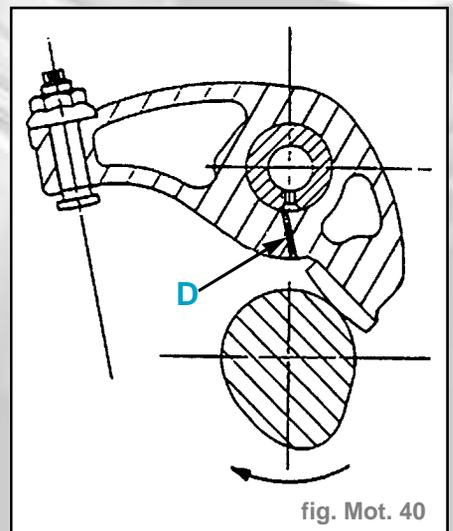

fig. Mot. 40
- Vérifier que les trous de graissage (D) cames-patins ne soient pas obstrués (fig. Mot. 40)